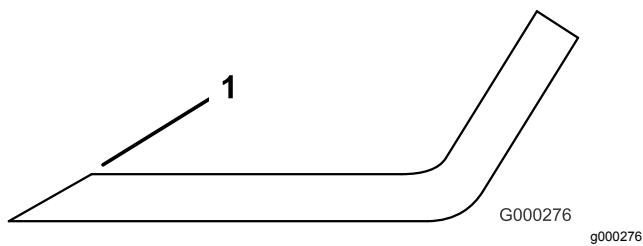

Bild 126
3. Prüfen Sie die Schnittkanten aller Messer und schärfen die Kanten, wenn sie stumpf sind oder Kerben haben (Bild 126).
**Hinweis:** Schärfen Sie nur die Oberseite der Schnittkante und behalten Sie den ursprünglichen Schnittwinkel bei, um die Schärfe des Messers zu gewährleisten (Bild 126). Das Schnittmesser bleibt ausgewuchtet, wenn von beiden Schnittkanten die gleiche Materialmenge entfernt wird.